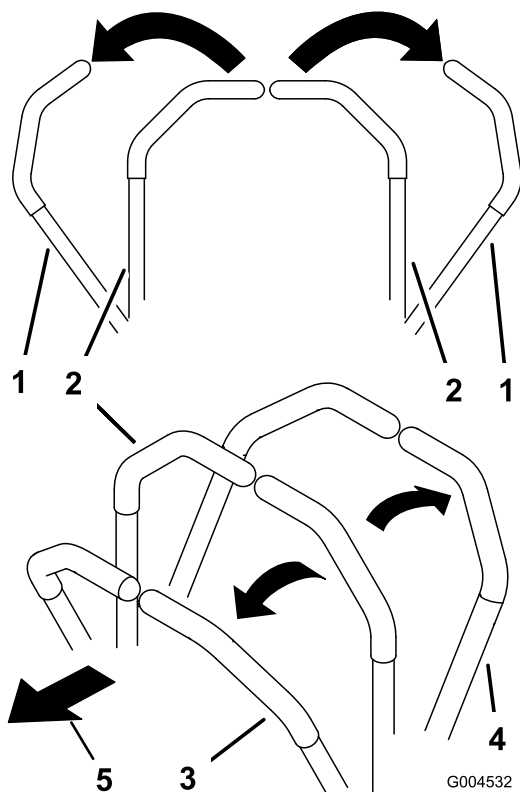

Figure 26
- Pour vous déplacer en ligne droite en marche avant, poussez lentement les leviers de commande de déplacement vers l'avant (Figure 26).
- Pour vous déplacer en ligne droite en marche arrière, tirez doucement les leviers en arrière (Figure 26).
- Pour tourner, ralentissez la machine en tirant les deux leviers en arrière puis poussez en avant le levier du côté opposé à celui que vous voulez prendre (Figure 26).